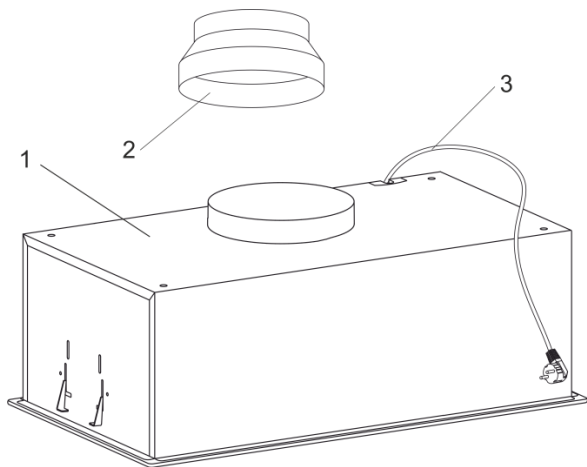

Рис.3
5.4 Витяжка складається з наступних складових частин (рис.3 / рис 3.1)